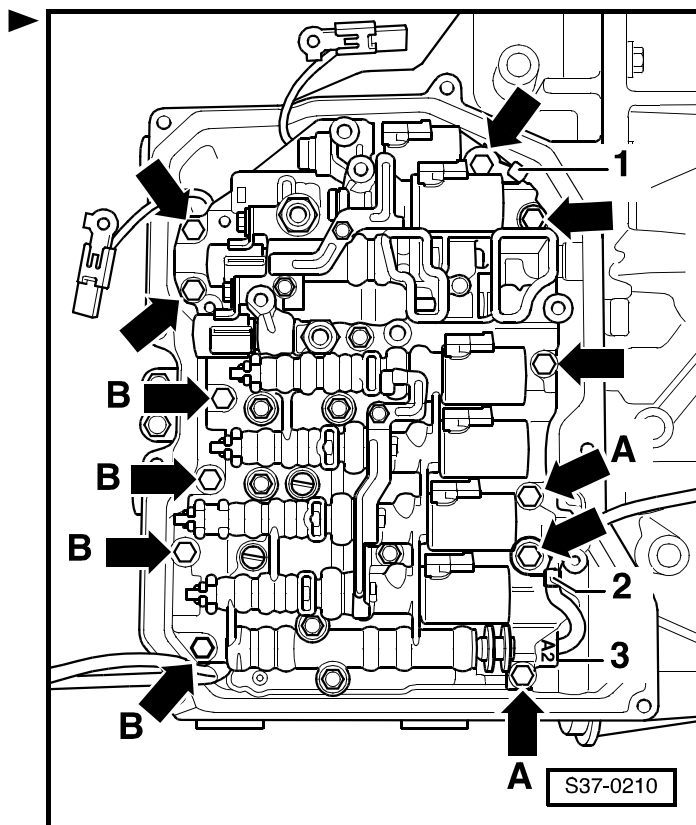

Рис. 3: Многофункциональный выключатель -F125-
- место сборки ⇒ Рис. 3 в **37-1** страница 3